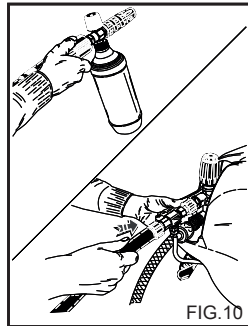

FIG.10
### APPLICATION KIT ASPIRATION DÉTERGENT (Accessoire optionnel) (fig. 10)
2) Retirer la rallonge de la poignée et insérer la lance double ou la lance à buse réglable, le kit vaporisateur de détergent, actionner le nettoyeur, activer la commande d'aspiration du détergent placée sur la lance (fig. 10 - 12) et asperger la surface à laver de bas en haut. Laisser agir quelques minutes.